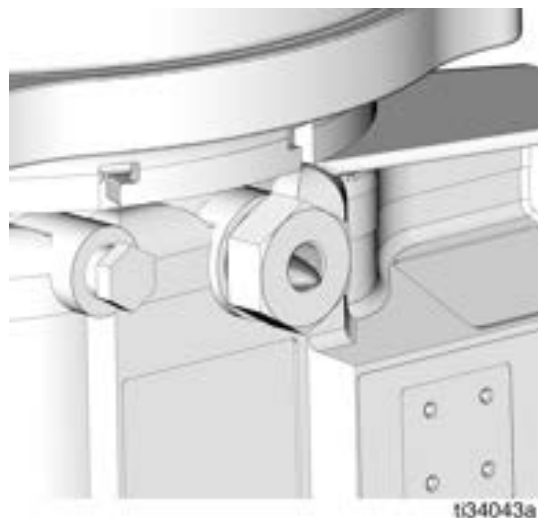

图 12
- 运行泵，直到不含空气的润滑剂从元件的管件中流出（图 12）。